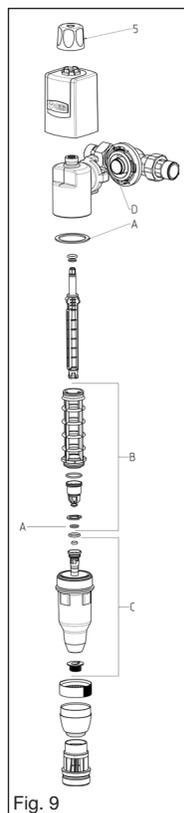

Fig. 9
- Eléments d'étanchéité (A fig 9)
- Elément filtrant (B fig 9)
- Bol transparent (C fig 9) tous les 15 ans
- Joints toriques pour baïonnette (D fig 9) tous les 15 ans